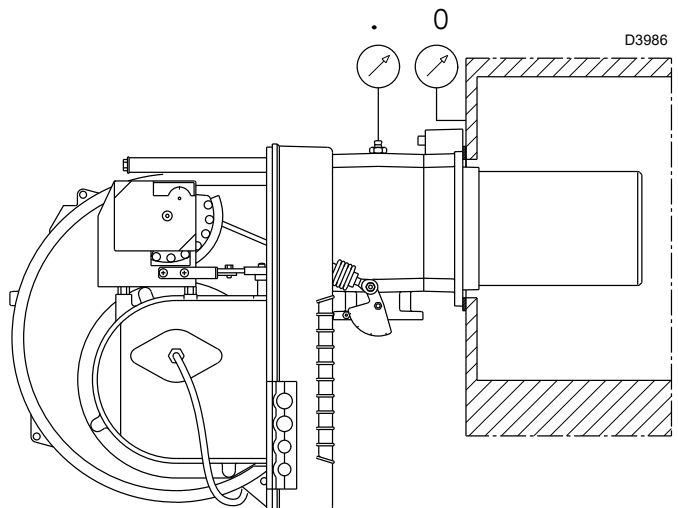

Abb. 24
- Montieren Sie einen Druckmesser (Abb. 24) an der Gasdruckentnahmestelle der Muffe. Damit kann die MAX-Leistung des Brenners mit Hilfe der Tab. G auf Seite 18 ermittelt werden.
Der Gaseintritt in die Muffe wird vom Manometer (Abb. 24 auf Seite 22) angezeigt.
Ein Richtwert kann der Tab. H auf Seite 30 entnommen werden. Es genügt, den Gasdruck auf dem Druckmesser (Abb. 24 auf Seite 22) abzulesen und die auf Seite 18 erteilten Hinweise zu beachten.